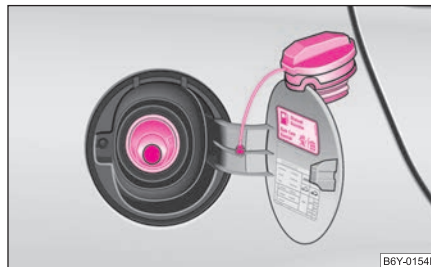

Fig. 137 Trappe du réservoir
Il existe différentes sortes d'essence. Veuillez lire ⇒ page 203, « Caractéristiques techniques » pour savoir de quelle sorte de carburant a besoin votre véhicule. Cette information se trouve aussi à l'intérieur de la trappe du réservoir ⇒ page 154, fig. 137.
- Dévissez le bouchon en le faisant tourner vers la gauche et posez-le en haut sur la trappe du réservoir ⇒ page 154, fig. 137.